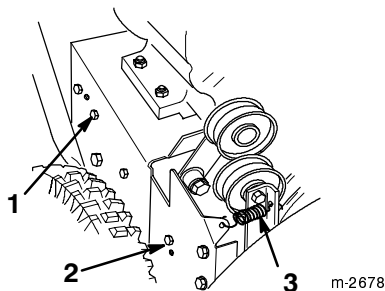

Bild 26
3. Lockern Sie die Schnecken-Bremsarmgruppe, indem Sie die hintere Schraube lösen und die vordere Schraube entfernen (Bild 26).
4. Entfernen Sie die Spannscheibenfeder (Bild 26). Lassen Sie die Bremsarmgruppe frei hängen, aber so, dass sie aus dem Weg ist.
3. Lockern Sie die Schnecken-Bremsarmgruppe, indem Sie die hintere Schraube lösen und die vordere Schraube, mit der die Schnecken-Bremsarmgruppe am Rahmen befestigt ist, entfernen (Bild 26).